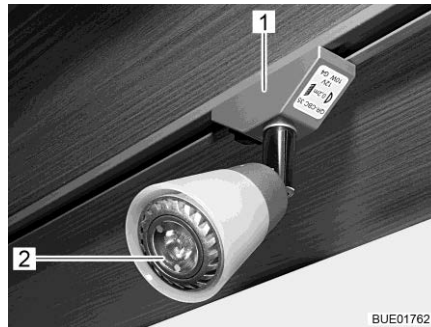

Fig. 313 Faretto (mobile)
- Ruotare il faretto (Fig. 313,1) di 90° e toglierlo dalla rotaia.
- Estrarre i LED (Fig. 313,2) con una ventosa.